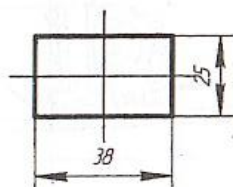

Рис. 4
- 6.13 Установить переключатели в удобном для водителя месте предварительно вырезав отверстие в соответствии с рис. 4.